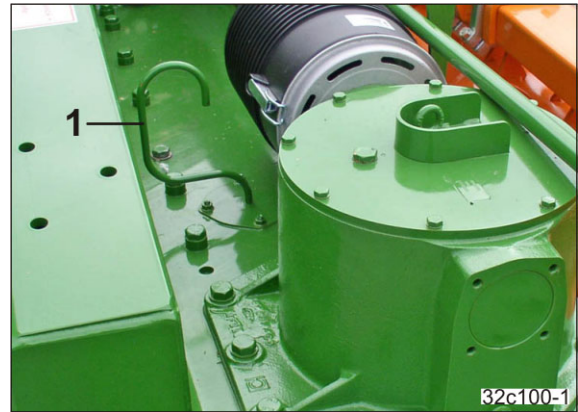

Fig. 134
Tandhjulskarret har et udluftningsrør (Fig. 134/1).
2. Åbn dækslet med udluftningsrøret (Fig. 134/1).